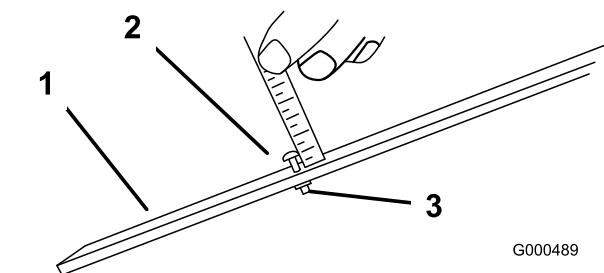

图10
2. 松开调刀尺上的螺母并将调节螺丝设定为所需的剪草高度 图10。